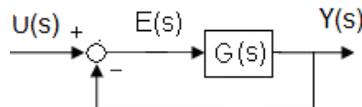

Fig. 1 – Sistema realimentado com boa resposta transitória e erro de regime ruim.
- 1- No sistema não compensado, vide fig. 1, determine os polos dominantes s_1 e o coeficiente de erro (constante de erro) em regime permanente para a entrada desejada (por exemplo, rampa ou degrau). Vide capítulos anteriores.